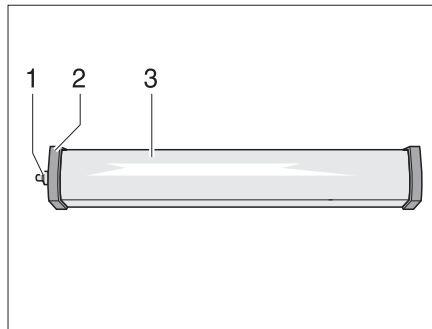

Fig. 261 Luz del habitáculo
- Desatornillar la caperuza (Fig. 261,1).
- Retirar la tapa (Fig. 261,2).
- Comprimir ligeramente la cubierta de la luz (Fig. 261,3) y retirarla.